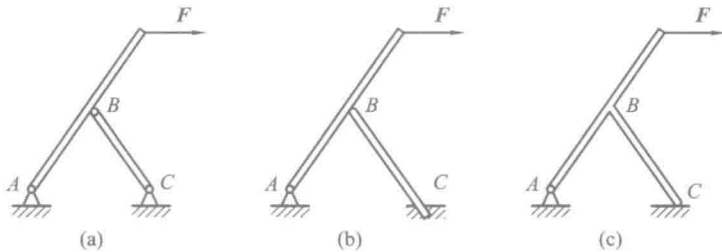

图 1.16
1. 试判断图 1.16 所示三种情况下, 铰链 A 的约束反力方向。